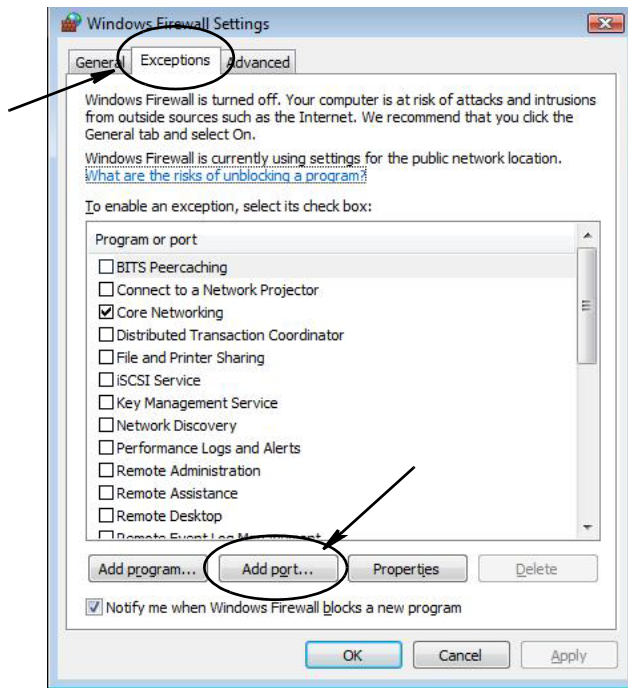

图 28
3. 如果还没有选定，单击“例外”选项卡显示内容（图 28）。
4. 单击“添加端口”按键（图 28）。